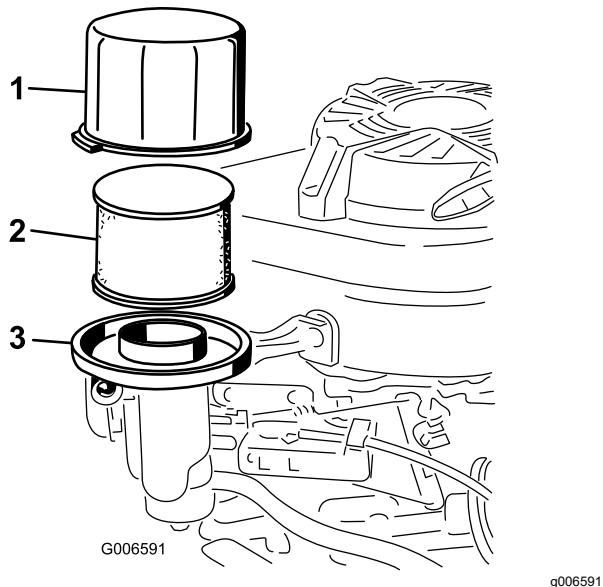

Figure 26
3. Déposez le couvercle et nettoyez-le soigneusement (Figure 26).
5. Retirez le préfiltre en mousse de l'élément en papier (Figure 26), et remplacez l'élément papier s'il est très encrassé.
4. Déposez le préfiltre en mousse et l'élément en papier (Figure 26).
6. Inclinez la machine, filtre à air en haut, pour vidanger l'huile dans le bac de vidange (Figure 26).